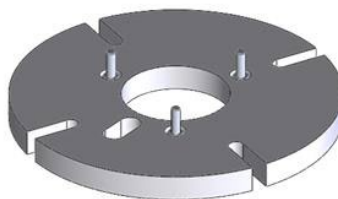

Рисунок 26: Невыпадающие болты
- Убедитесь, что невыпадающие болты крепежного кольца для фиксации корпуса подшипника закреплены в крепежном кольце (Рисунок 26).